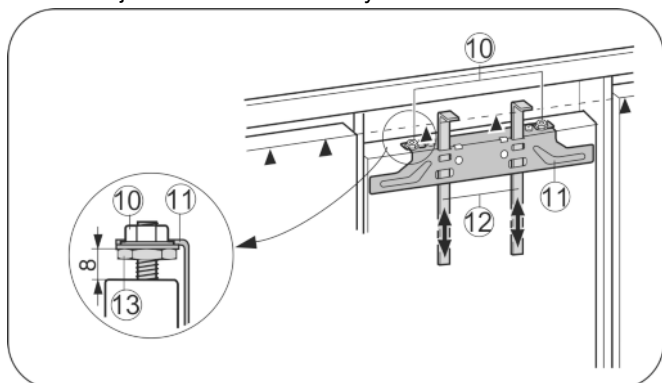

Fig. 25
- Montážní pomůcky Fig. 25 (12) vsuňte nahoru do výšky nábytkových dvířek. Spodní dorazová hrana ▲ montážní pomůcky = horní hrana montovaných nábytkových dvířek.
- Upevňovací příčník Fig. 25 (11) vyšroubujte přes pojistné matice Fig. 25 (10).